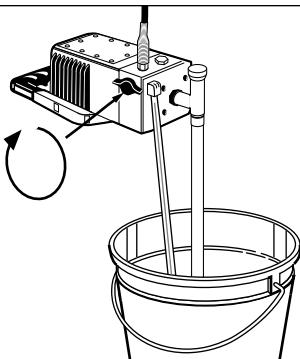

Figure 9- Tourner La Commande Amorcer/Pulvriser
9. Tourner la Commande Amorçage/Pulvérisation à la position "Spray" Pulvérise (Voir Figure 9). Vérifier pour des fuites. Se référer au Guide De Dépannage.